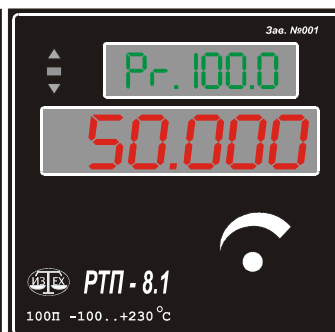

Рис. 3.
7.4. Нажатие на «ручку управления» переключает режим работы вспомогательного дисплея. «Pr. 100.0» - мощность нагрева (в процентах от максимальной). Рис. 3.